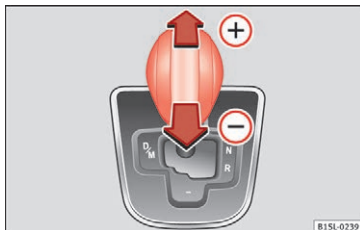

Fig. 149 Gearvælger i tiptronic-position
- Vip gearvælgeren fremad (+) eller tilbage (-) for at geare op eller ned » Fig. 149.